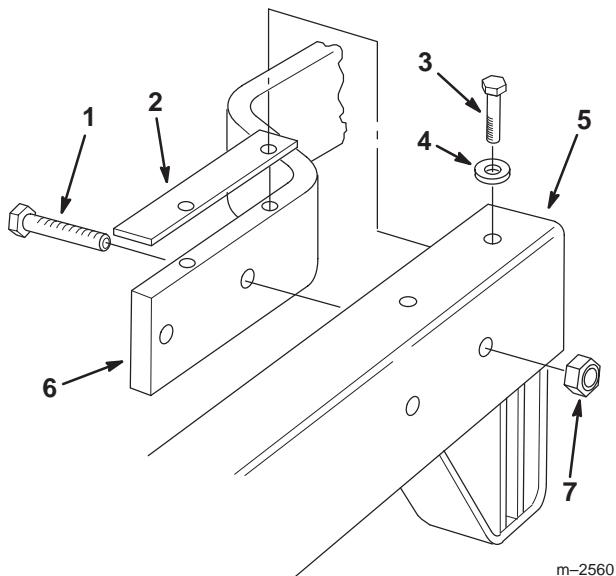

Figure 7
- Montez le bâti porteur sur le groupe de déplacement à l'aide des 4 vis d'assemblage (3/8" x 1-3/4") et contre-écrous (3/8"). Notez que les contre-écrous doivent être placés à l'extérieur du bâti porteur. Ne serrez pas trop les contre-écrous pour conserver un certain jeu entre le bâti et le châssis du groupe de déplacement (Fig. 7).
- Posez des cales entre le bâti porteur et le châssis du groupe de déplacement. Les trous des cales doivent être en face des trous supérieurs du châssis du groupe de déplacement et du bâti (Fig. 7).
- Insérez les 4 boulons à collerette (3/8" x 7/8") et les rondelles plates dans le bâti porteur et les cales, et dans les trous filetés en haut du châssis du groupe de déplacement. Serrez les boulons à 37–45 Nm (Fig. 7).
- Serrez les 4 vis d'assemblage (3/8" x 3/4") et contre-écrous (3/8") à 37–45 Nm (Fig. 7).